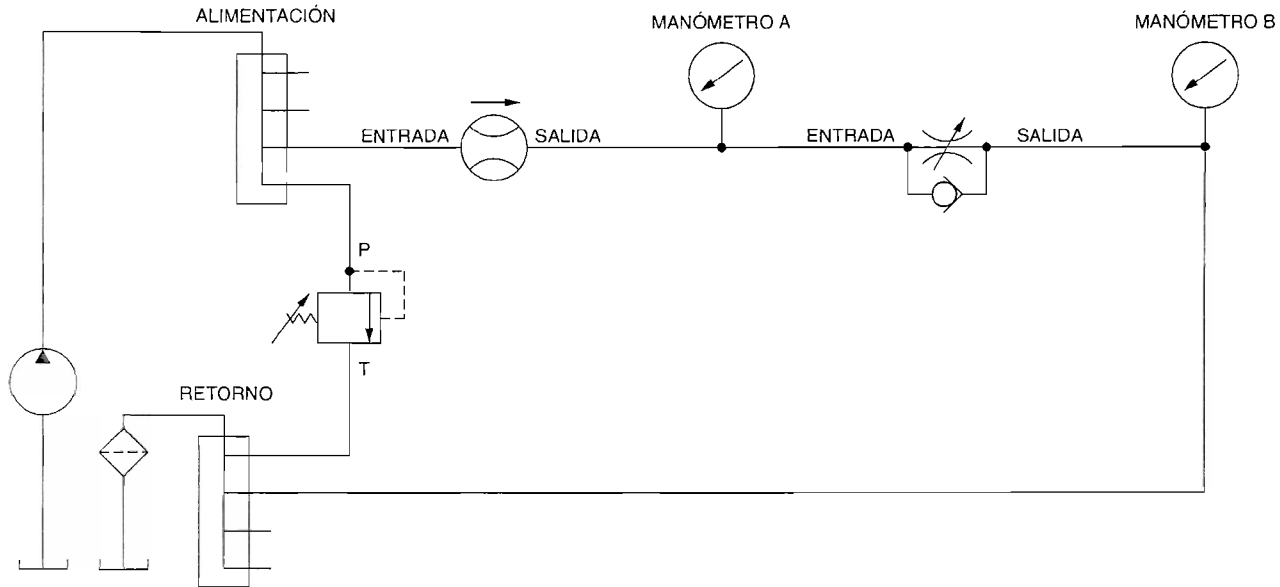

Figura 5-20. Efecto de los cambios de temperatura en la caída de presión y razón de flujo.
1. Conecte el circuito mostrado en la Figura 5-20.